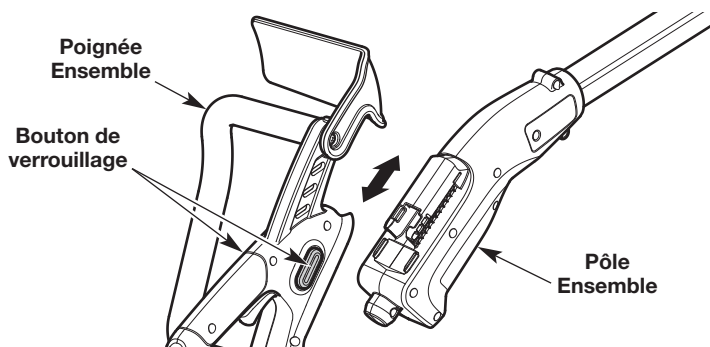

Fig. 3
4. **Raccorder l'ensemble de la poignée à l'ensemble du pôle (Fig. 3) :** Appuyer et maintenir les boutons de verrouillage des deux côtés de l'ensemble de la poignée enfoncés. Tout en maintenant les boutons de verrouillage enfoncés, faire glisser l'ensemble de la poignée sur l'ensemble du pôle. Relâcher les boutons de verrouillage et tirer doucement sur les ensembles pour vous assurer qu'ils sont bien connectés.
2. **Déconnecter l'ensemble de la poignée de l'ensemble du pôle (Fig. 3) :** Appuyer et maintenir les boutons de verrouillage des deux côtés de l'ensemble de la poignée enfoncés. Tout en maintenant les boutons de verrouillage enfoncés, faire glisser l'ensemble de la poignée de l'ensemble du pôle.